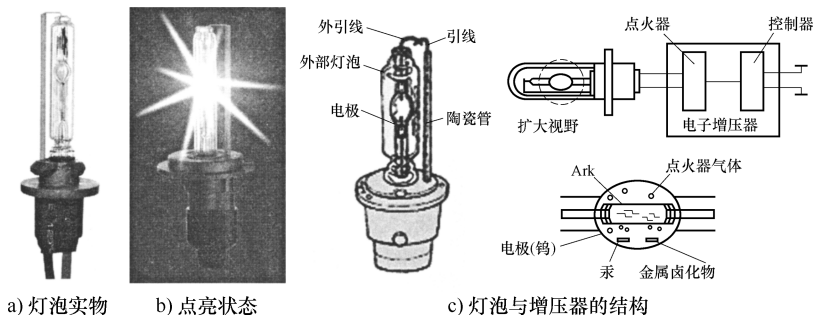

图 4-74 氙气灯泡
(1) **氙气灯泡** 氙气灯泡无灯丝，靠两个电极产生的火花使气体电离发光，不存在灯泡钨丝烧断的问题，其结构如图 4-74 所示。